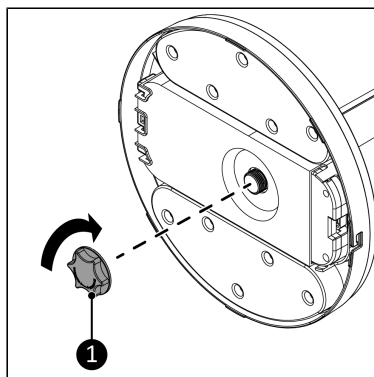

Figure 59.
4. Placez la vis de sécurité du socle (Figure 59, pos. 1) et tournez-la dans le sens des aiguilles d'une montre pour fixer le socle.